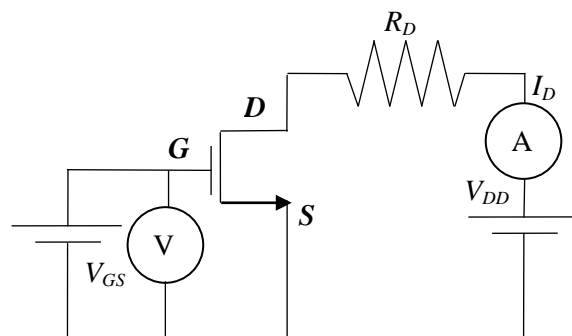

Figura 12
2. Munteu el circuit de la figura 12 en el tauler de connexions utilitzant la resistència de  $1 \text{ k}\Omega$  i el NMOS del circuit integrat. Deixeu espai per poder connectar un amperímetre. **És aconsellable que feu servir la cara amb les cel·les en forma de quadrat de 9 contactes.** Connecteu la font de tensió contínua que està a  $5 \text{ V}$  a la font del NMOS (born negatiu) i la resistència (born positiu), i l'altra font de tensió a la porta (born positiu) i la font del NMOS (born negatiu) amb cables banana-banana. Com s'indica a l'Apèndix B,